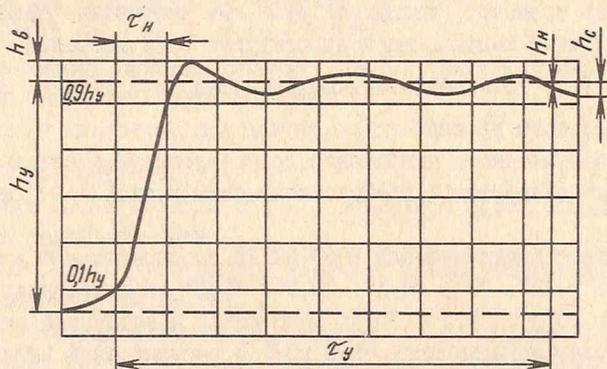

Рис. 22
Ручками "▷" и "↓" установите величину установившегося значения перепада, равную 5 делениям шкалы ЭЛТ в соответствии с рис. 22.
9.4.3.8. Определение величины выброса на переходной характеристике h_b производится путем измерения по шкале ЭЛТ прибора (рис. 22).